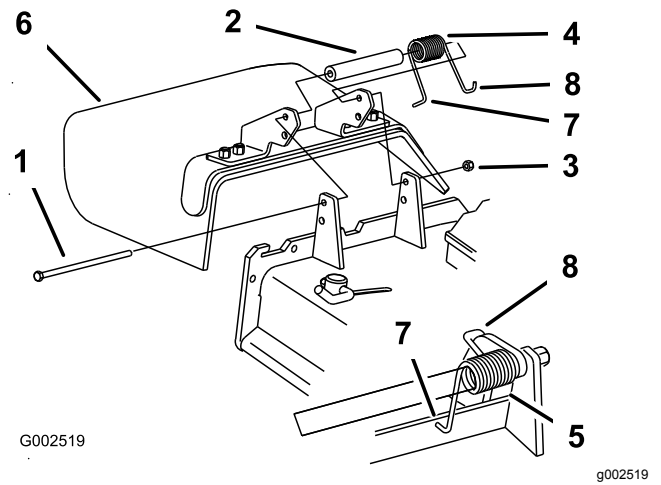

Figure 103
1. Retirez le contre-écrou, le boulon, le ressort et l'entretoise qui fixent le déflecteur aux supports de pivot (Figure 103).
Remarque: Prenez soin de placer l'extrémité en **L** du ressort derrière le bord du tablier avant de mettre le boulon en place, comme montré à la Figure 103.
5. Placez l'extrémité en **J** du ressort autour du déflecteur d'herbe (Figure 103).